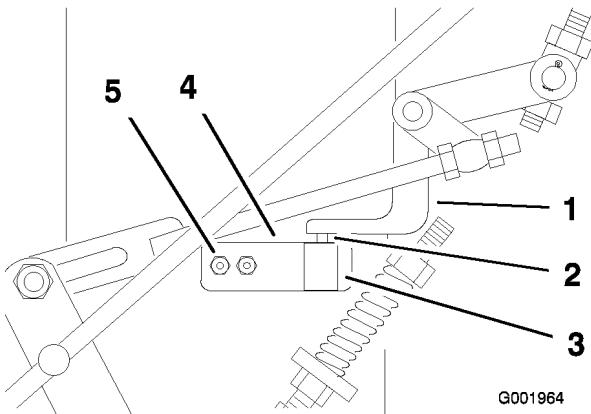

Figura 45
9. Compruebe el recorrido de la palanca en la ranura del panel de control. La palanca debe estar centrada aproximadamente en la ranura del panel de control (Figura 45).
11. Con la palanca de control de la velocidad en la posición de punto muerto, compruebe que el interruptor de seguridad está presionado y que un espacio de 3–6 mm (1/8–1/4 pulgada) entre la barra accionadora y el interruptor de seguridad (Figura 45).
12. Para ajustar la posición del interruptor, afloje los dos tornillos del soporte que sujetla la chapa del interruptor al bastidor (Figura 45).
13. Ajuste el interruptor hacia arriba o hacia abajo hasta obtener un espacio de ada 3-6 mm (1/8-1/4 pulg.) (Figura 45).
14. Apriete los dos tornillos del soporte que sujetla la chapa del interruptor (Figura 45).